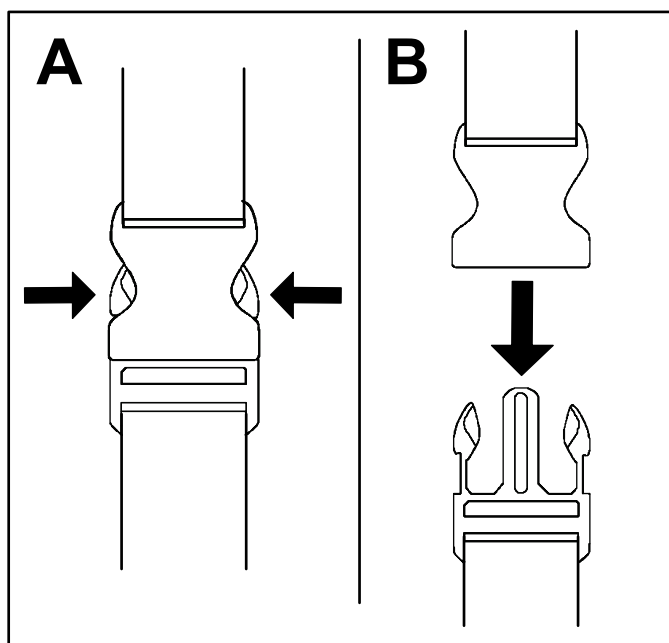

Figura 21
Para apagar el soplador, desactive el bloqueo de velocidad (si lo está usando) y suelte el gatillo de velocidad variable (Figura 21).
1. Presione hacia dentro los lados de las hebillas (Figura 21, A).
2. Deje que las hebillas se desconecten (Figura 21, B).